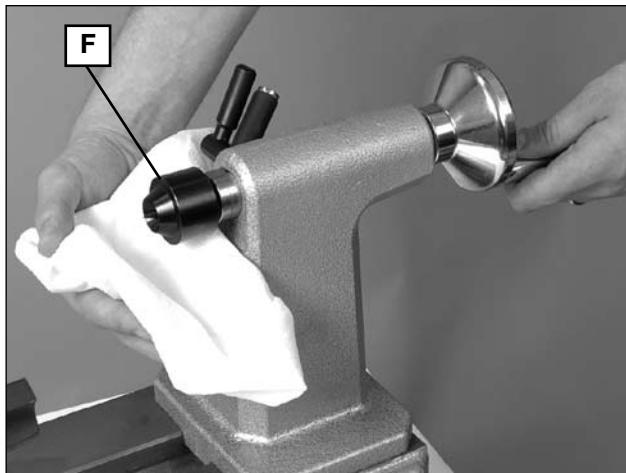
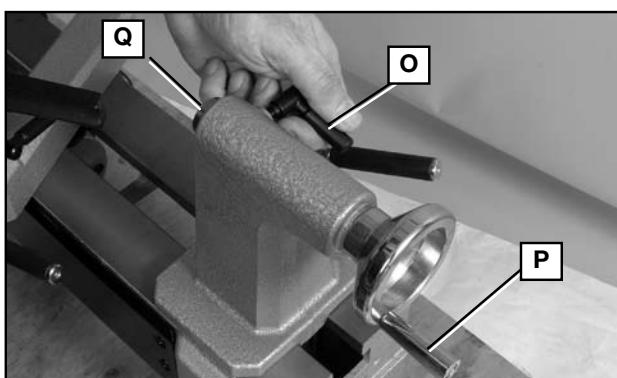

Fig. 9
Fig. 8
Desserrer la vis (O) de blocage du fourreau de la poupée mobile, fig. 8. Tourner la manivelle (P) de la poupée mobile de trois tours complets dans le sens horaire pour faire avancer le fourreau (Q). Puis, bien ajuster la pointe d'entraînement (F), fig. 9, dans le fourreau. La vis (O) de blocage du fourreau de la poupée mobile, fig. 8, sera serrée après le montage de la pièce à tourner, sur le tour.
Pour éjecter la pointe d'entraînement (F), fig. 9, tourner la manivelle (P) de la poupée mobile, fig. 8, dans le sens antihoraire pour faire reculer le fourreau. Avec le dégagement du fourreau, la pointe d'entraînement touche une goupille d'éjection interne. À ce moment, la manivelle sera plus difficile à tourner. Tourner au-delà de ce point et la pointe d'entraînement se desserrera et se retirera alors facilement.